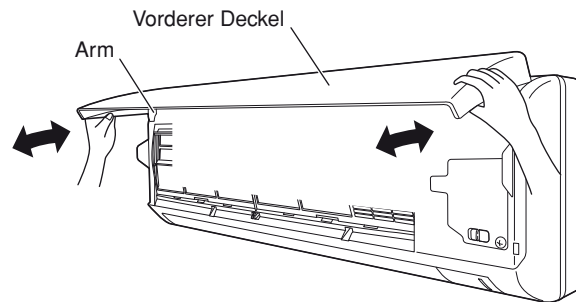

Abb. 16-2
- (1) Den vorderen Deckel öffnen, bis er nahezu horizontal steht. Danach auf beiden Seiten die Bereiche neben den vorderen Deckelarmen festhalten und dann den Deckel gegen sich vom Gerät abziehen (Abb. 16-2).